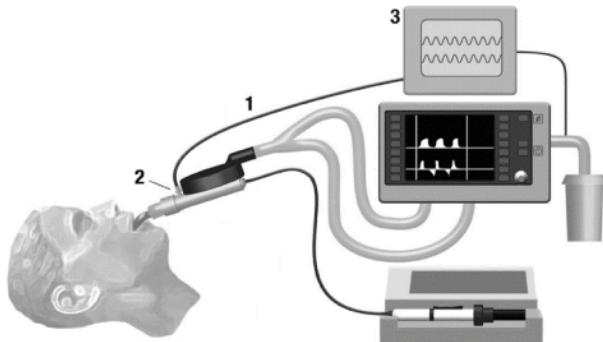

Рис. 1
1. Подсоедините линию отбора проб газов Н (1) к порту отбора проб газоанализатора Sedaonda ACD (2), как показано на рис. 1. Поверните люэровский коннектор по часовой стрелке для надежной фиксации, чтобы предотвратить утечку газов в месте соединения.
2. Подсоедините линию отбора проб газов (1) к анализатору дыхательных газов (3). Поверните люэровский коннектор по часовой стрелке для надежной фиксации, чтобы предотвратить утечку газов в месте соединения.